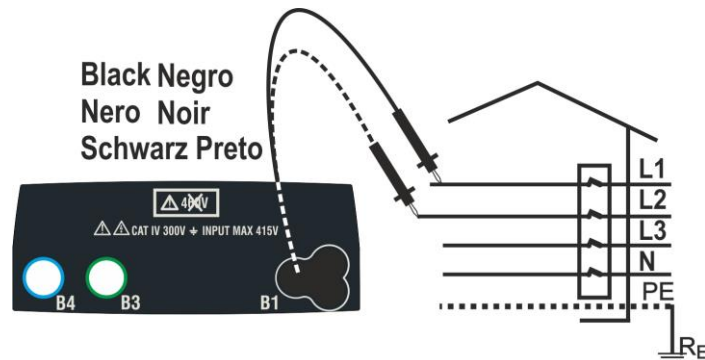

Fig. 35: Contrôle de la séquence phases avec câble de mesure
- Insérer le connecteur du câble noir dans le câble d'entrée B1 correspondant de l'instrument. En alternative, utiliser le câble individuel et appliquer la pince crocodile à l'extrémité libre du câble. Il est possible aussi d'utiliser l'embout à distance en insérant son connecteur multipolaire dans le câble d'entrée B1. Brancher les pinces-crocodiles ou l'embout à distance au secteur électrique en fonction des Fig. 35 ou Fig. 36
5. Dans ces conditions, connecter la borne à pince-crocodile ou l'embout à distance à la phase L2 comme illustré dans les Fig. 35 ou Fig. 36.